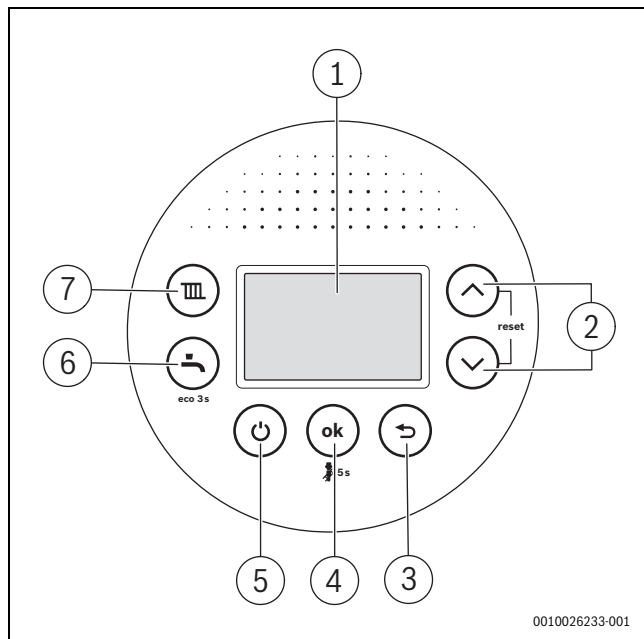

Bild 4 Bedienfeldübersicht
- Im normalen Betrieb Gerät mit der Taste  (→ Bild 4, [5]) ein-/ausschalten.